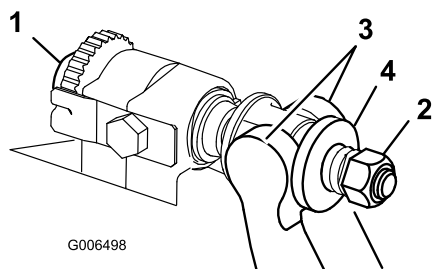

Figure 29
1. Tournez les vis de réglage de la barre d'appui dans le sens anti-horaire pour éloigner la contre-lame du cylindre (Figure 29).
2. Faites sortir l'écrou de tension du ressort jusqu'à ce que la rondelle ne soit plus tendue contre la barre d'appui (Figure 29).